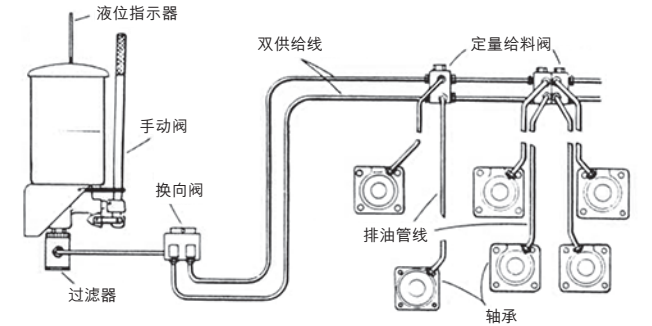

图2: 集中润滑系统。
- **集中润滑系统**——集中润滑系统通常安装在有很多轴承,且需频繁润滑的设备上(图2)。润滑脂由油箱提供,流经泵、管线或油管,以及分配器,最终进入轴承内部。